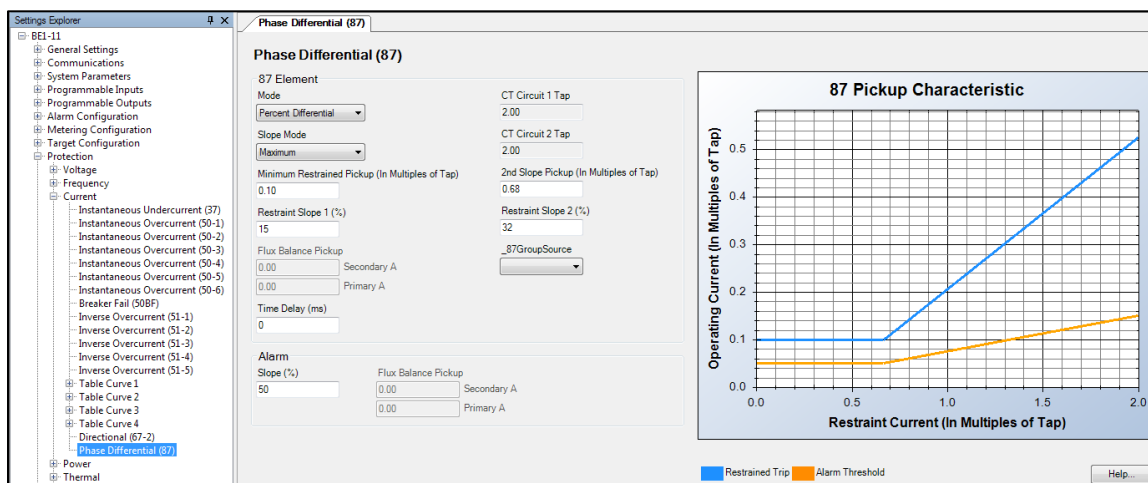

Figura 84-22. Pantalla Protección, Corriente, Diferencial de corriente (87)
La pantalla Diferencial de corriente (87) se muestra en la Figura 84-22.